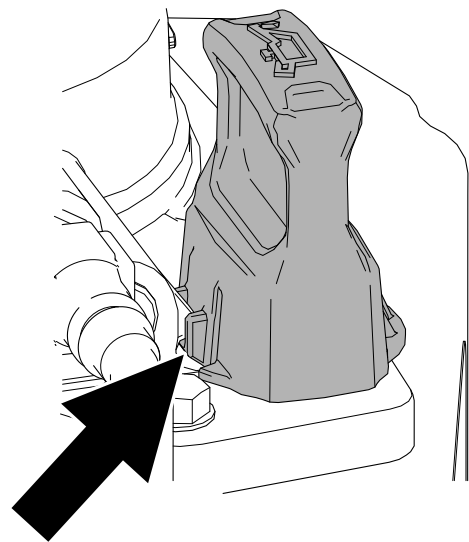

Figura 38
5. Instale la varilla a fondo y asegúrese de que quede enganchado (Figura 38).
10. Instale la varilla a fondo y asegúrese de que quede enganchado (Figura 38).